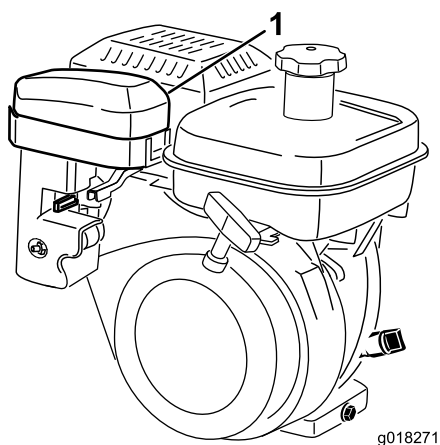
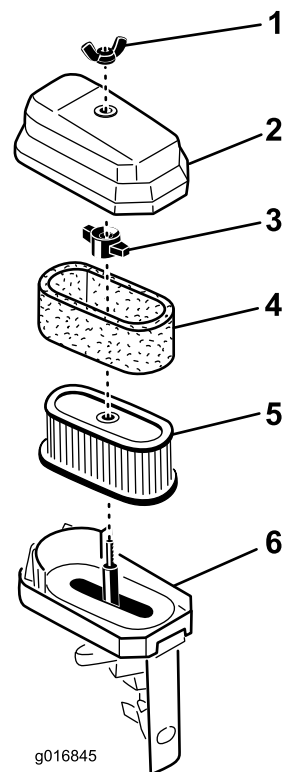

図 32
図 33
2. エアクリーナカバーをエアクリーナ本体に固定している蝶ナットを取り、カバーを外す。カバーを丁寧に清掃する図 32と図 33。
3. スポンジを点検し、汚れていればペーパーエレメントから外す図 33。スポンジをきれいに洗う。